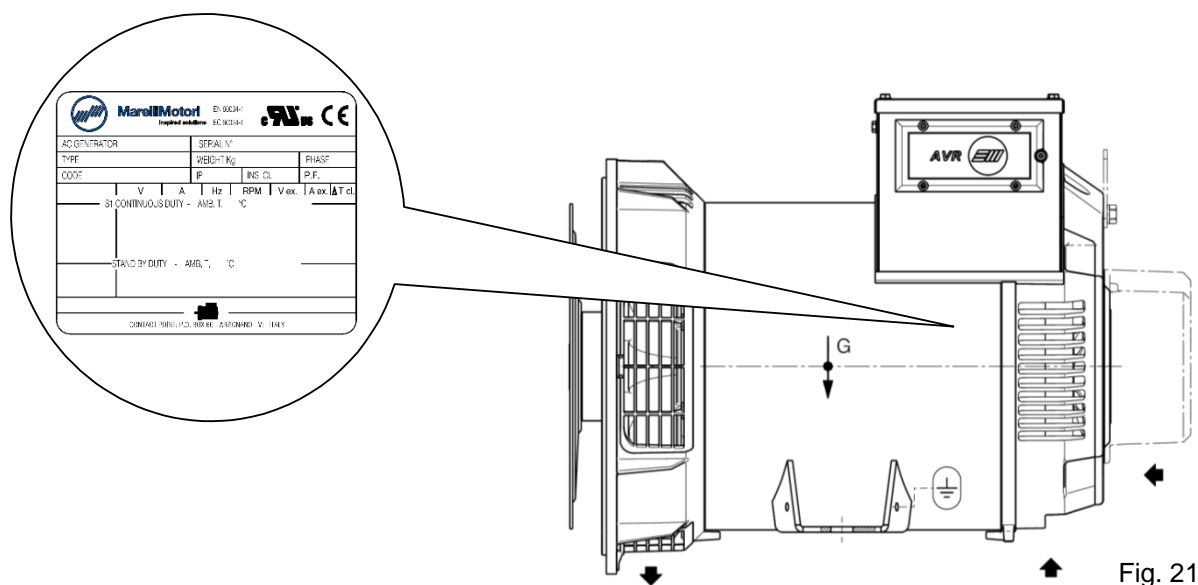

Fig. 21
3. Togliere la parte adesiva dal supporto e applicarla come indicato nella fig. 21 facendo pressione con un rullo di gomma per una migliore aderenza.